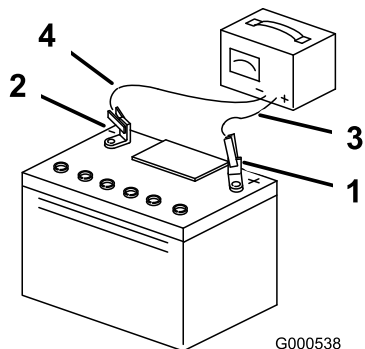

Figure 40
3. Quand la batterie est chargée au maximum, débranchez le chargeur de la prise, puis débranchez les fils du chargeur des bornes de la batterie (**Figure 40**).